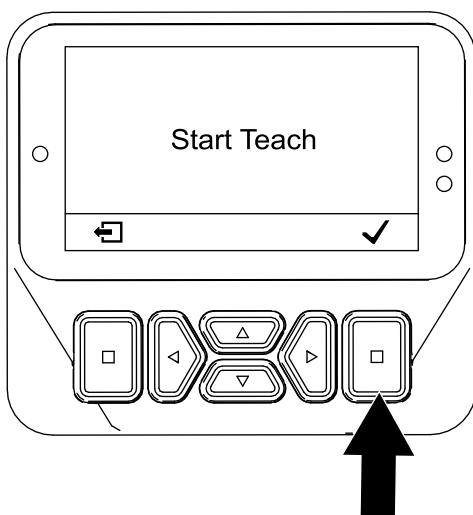

Figura 63
5. En la pantalla PRESS OK TO START TEACH (Pulse OK para empezar la calibración) (Figura 63), pulse el botón Seleccionar.